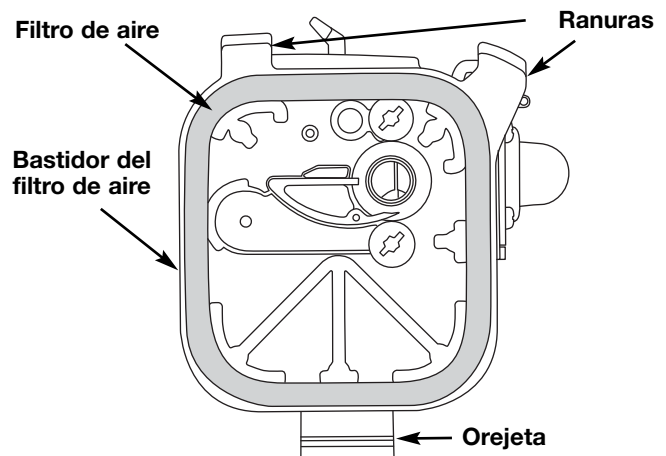

Fig. 24
2. Retire el filtro de aire (Fig. 24).
6. Vuelva a colocar el filtro (Fig. 24).
7. Vuelva a instalar la cubierta del filtro de aire. Coloque los ganchos del lado derecha de la cubierta del filtro de aire en las ranuras del lado derecha de la placa posterior (Figs. 24 y 28).